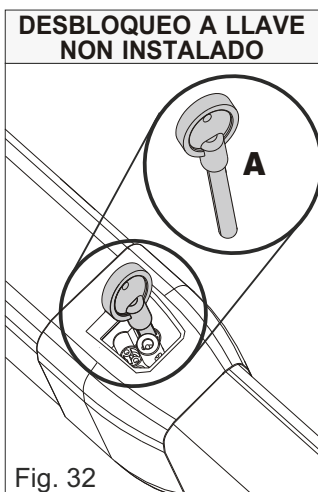

Fig. 32
- **MINI TANK**: desmontar completamente el desbloqueo (ver párrafo siguiente) y regular con la llave especial (A) suministrada al instalador (Fig. 32)